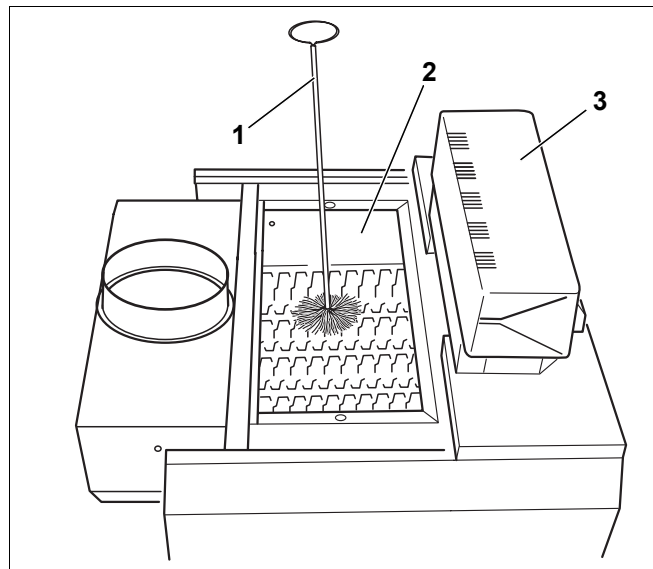

Fig. 39 Curățirea traseelor gazelor de evacuare
- Deșurubați capacul de curățare (Fig. 39, **Poz. 2**) de pe colectorul gazelor de evacuare.
- Curățați traseele gazelor de evacuare (Fig. 39, **Poz. 1**) cu peria.
- Îndepărtați capacul de curățare de pe colectorul (Fig. 39, **Poz. 2**) gazelor de evacuare.